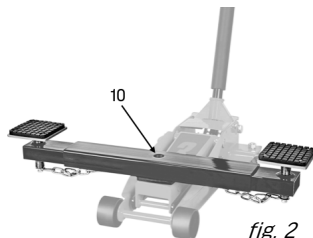

fig. 2
3. Installez le boulon de connexion (n° 10) (fig. 2).